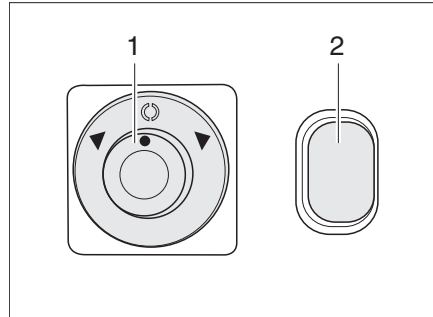

Bild 26 Schalter für elektrisch einstellbare Außenspiegel und Spiegelheizung
- Den Spiegel, der eingestellt werden soll, wählen. Dazu den Drehschalter (Bild 26,1) nach links oder rechts drehen.
- Den Spiegel durch Drücken des Schalters (Bild 26,1) in die entsprechende Richtung einstellen.
- Den Schalter (Bild 26,2) drücken. Die Kontroll-Leuchte im Schalter leuchtet orange und zeigt den Betrieb an.